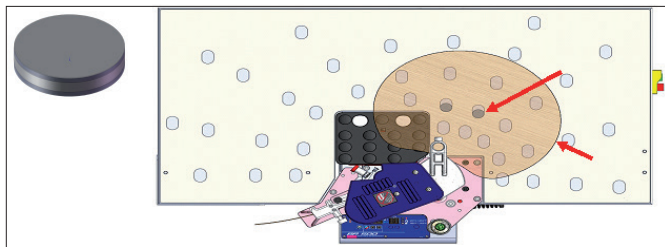

**Rys. 11**
- Na zasobnik z klejem umieść kształtkę redukcyjną (Rys. 11) i rozpocznij oklejanie (Rys.12)